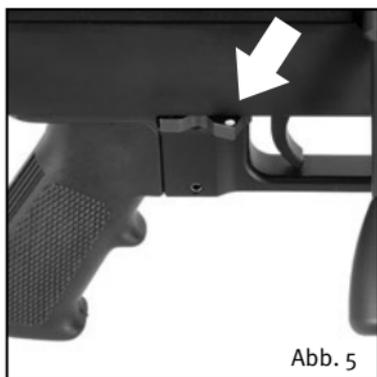

Abb. 5
Sicherungs-Stellung (Abb. 5):
1. Drehen Sie die Sicherung des Gewehres auf Sicherungs-Stellung (Abb. 5).
Durch Zurückziehen des Verschlusses wird die abgeschossene Patronenhülse ausgezogen und ausgeworfen. Drehen Sie die Sicherung auf Stellung gesichert (Abb. 5).
Durch Zurückziehen des Verschlusses wird die abgeschossene Patronenhülse ausgezogen und ausgeworfen. Beim Vorschieben des Verschlusses wird eine neue Patrone aus dem Magazin in das Patronenlager des Laufs eingeführt. Verriegeln Sie den Verschluss durch Verdrehen des Griffs. Drehen Sie die Sicherung auf Stellung gesichert (Abb. 5).
Die Waffe ist erneut geladen, gespannt und gesichert. Wird das Gewehr entsichert, der Schuss unterbleibt jedoch, ist sofort wieder zu sichern (Abb. 5).